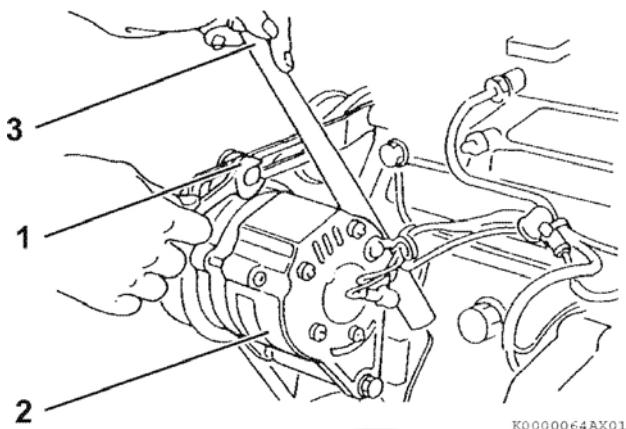

Рисунок 40
2. В случае необходимости, отрегулируйте натяжение клинообразного ремня. Ослабьте регулировочный болт, болты и/или гайки крепления (рисунок 40 (1)) и другие связанные болты и/или гайки, затем переместить генератор (рисунок 40 (2)) монтировкой (рисунок 40 (3)) и повернуть его относительно оси крепления в положение, при котором установится требуемое натяжение ремня. После этого затянуть регулировочные болты и/или гайки крепления.